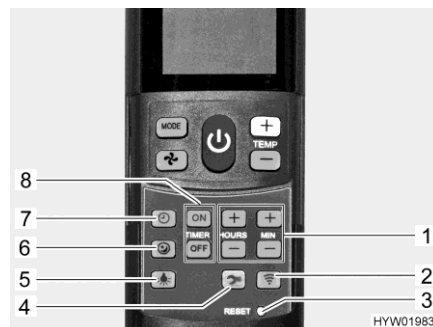

Fig. 139 Mando a distancia con teclas de ajuste (instalación de aire acondicionado)
- Pulsar la tecla Marcha suave (Fig. 139,6). Entonces, el ventilador funcionará a baja velocidad en el funcionamiento de refrigeración y, de esta manera, de modo particularmente silencioso.
- Pulsar la tecla Hora (Fig. 139,7).
- Ajustar las horas y los minutos con las teclas (Fig. 139,1).
- Pulsar la tecla "ON" (Fig. 139,8).
- Pulsar las teclas para el ajuste de la hora (Fig. 139,1) hasta que se haya alcanzado el lapso de tiempo hasta la conexión.
- Pulsar la tecla "OFF" (Fig. 139,8).
- Pulsar las teclas para el ajuste de la hora (Fig. 139,1) hasta que se haya alcanzado el lapso de tiempo hasta la desconexión.
- Volver a pulsar la tecla "ON" o la tecla "OFF" (Fig. 139,8).
- Pulsar la tecla Luz (Fig. 139,5). La iluminación será conectada con el nivel de atenuación ajustado más recientemente.
*Atenuar la iluminación:* ■ Pulsar la tecla Luz (Fig. 139,5) y mantenerla pulsada hasta que se alcance la luminosidad deseada.
*Desconectar la iluminación:* ■ Pulsar la tecla Luz (Fig. 139,5).
- ▷ La tecla Instalación (Fig. 139,4) se usa para conectar el mando a distancia con la instalación de aire acondicionado durante la primera puesta en funcionamiento.